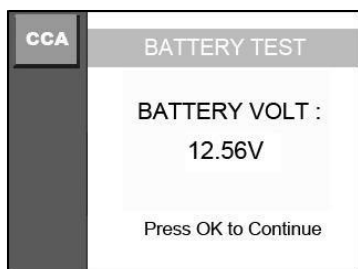

Figure 9.2
4. Utilisez le bouton de défilement **HAUT/BAS** pour sélectionner **TEST BATTERIE** du menu principal. L'écran suivant s'affiche (Figure 9.2).